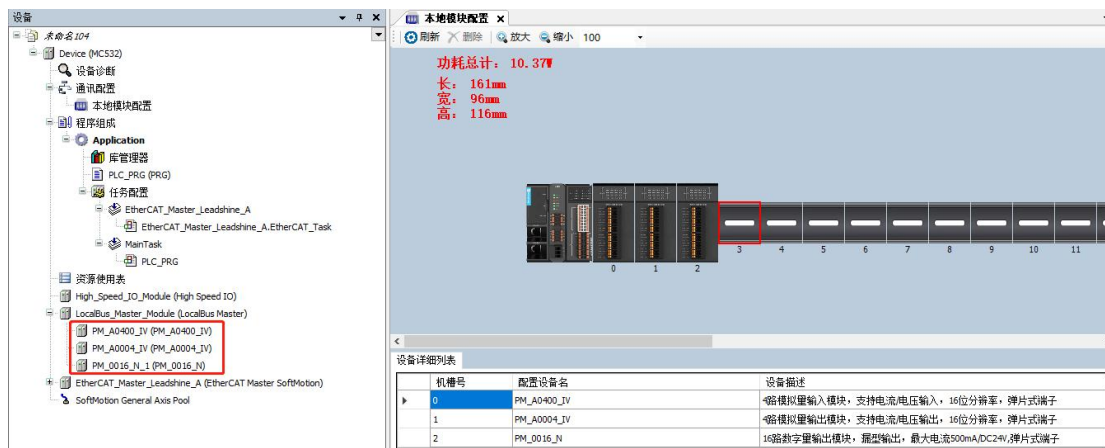

图 11.9 扫描后添加的扩展模块
- ③ 鼠标左键单击“复制所有设备到工程中”，即可完成从站的扫描。方法与扫描添加总线电机一样。扫描结果如图 11.9 所示。